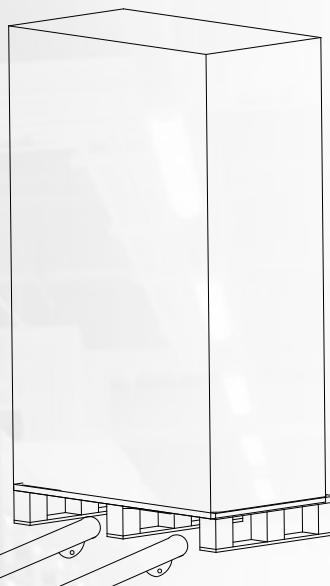

Рис. 3-5 Транспортировка на указанный участок
2. Транспортируйте оборудование на указанный участок с помощью вилочного погрузчика, как показано на рис. 3-5.